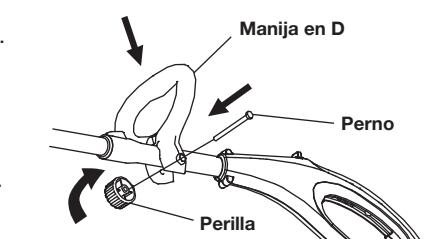

Fig. 4
- Empuje la manija en D hacia abajo sobre el eje superior (Fig. 4). Habrá que hacer alguna fuerza. El orificio del perno hexagonal de la manija debe quedar a la izquierda.
- Inserte el perno en el orificio hexagonal de la manija y páselo de un lado al otro (Fig. 4). Enrósquele la perilla al perno. No apriete completamente la perilla.